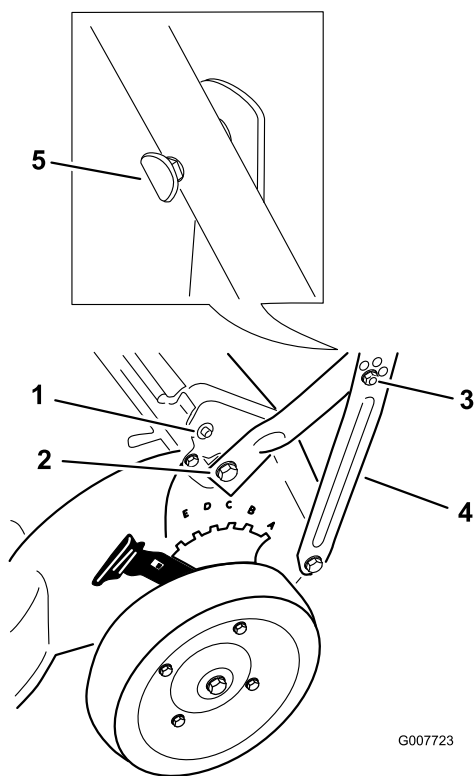

Figura 3
4. Monte el manillar en la carcasa del cortacésped con los pernos y arandelas extraídos en el paso 2 (modelo 22193 solamente) pero sin apretarlos (Figura 3).
5. Monte los soportes del manillar a los costados del manillar inferior con 2 pernos de cabeza ovalada (Modelo 22193 solamente) y sujételos con la presión de los dedos solamente usando 2 contratuercas (Figura 3).
- Si los taladros del manillar son cuadrados, alinee e inserte el cuello cuadrado de los pernos de cabeza ovalada en el manillar de manera que las cabezas de los pernos queden apretadas contra el manillar, y apriete las contratuercas (Figura 3).
- Si los taladros del manillar son redondos, alinee las cabezas de los pernos de cabeza ovalada con el manillar según se indica en Figura 3; luego, sujetando las cabezas en esa posición, apriete cada tuerca con una llave inglesa para introducir el cuello cuadrado en el manillar, hasta que las
**Nota:** Sujete los cables lo más bajo posible en el manillar para evitar que se enganchen en el tapón de extremo de la varilla de la puerta trasera e interfieran con el sistema de autopropulsión (Figura 3).